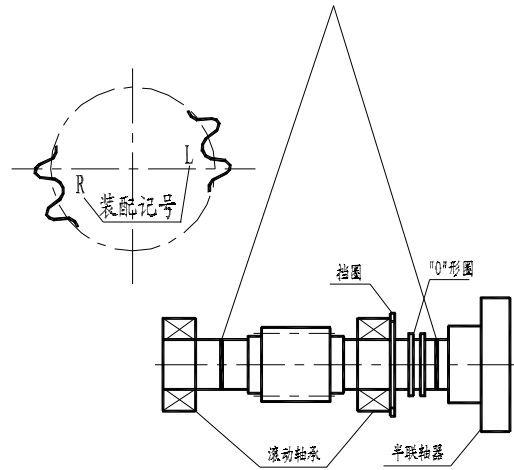

图1-10
3. 3. 3. 1 清除所有轴承以及相应轴承盖、轴承座孔上可能有的毛刺和碰痕, 按方位和成组印记 (见附图表 4) 将左右两侧输入级大齿轮组件先后按图 1-10 吊装方式缓慢将其安放在下箱体上。注意起吊时将端面上的“TOP”或红“↑”印记转到正上方。在缓慢下放过程中, 让输入级齿轮副刻有“R”或“L”标记的一轮进入另一轮刻有两个“L”或“R”标记的齿槽, 缓慢地